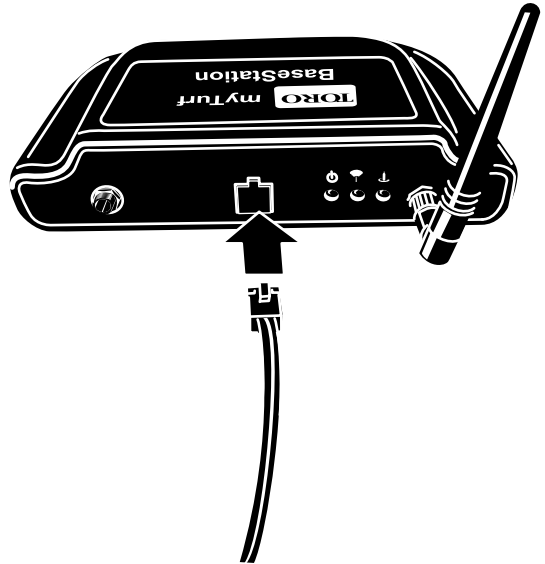

図 7
3. イーサネットケーブルの一方の端を、ベースステーションに接続し、他方の端を専用のインターネット接続部に接続する 図 7。